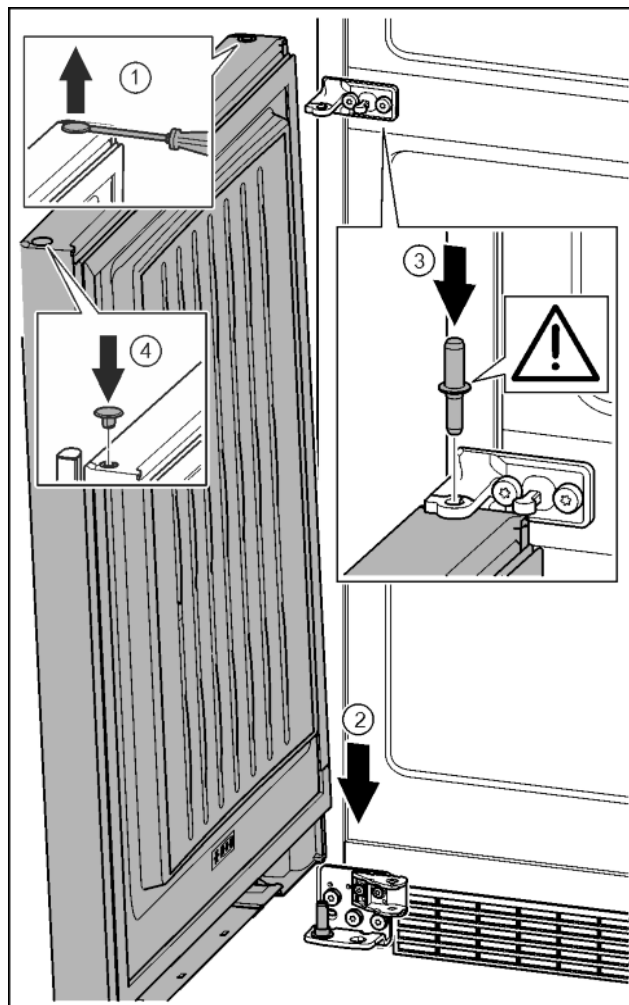

Fig. 34
- ▶ За допомогою шлицевої викрутки обережно підніміть пробку та витягніть її. *Fig. 34 (1)*
- ▶ Встановіть дверцята зверху на нижній опорний гвинт. *Fig. 34 (2)*
- ▶ Середній опорний гвинт встановіть в нижні дверцята через середній опорний кронштейн. При цьому виступ фіксатора повинен бути спрямований назад. *Fig. 34 (3)*
- ▶ Знову вставте пробку з іншого боку дверцят. *Fig. 34 (4)*